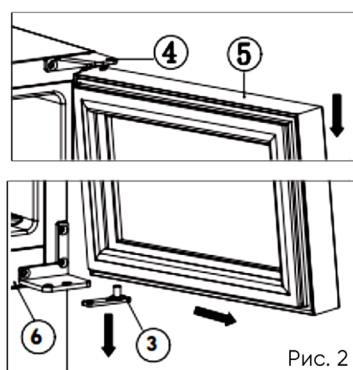

Рис. 2
2. Установите стопор **2** в специальное крепежное место в верхней части двери. Обратите внимание на направление установки, согласно Рис. 2.